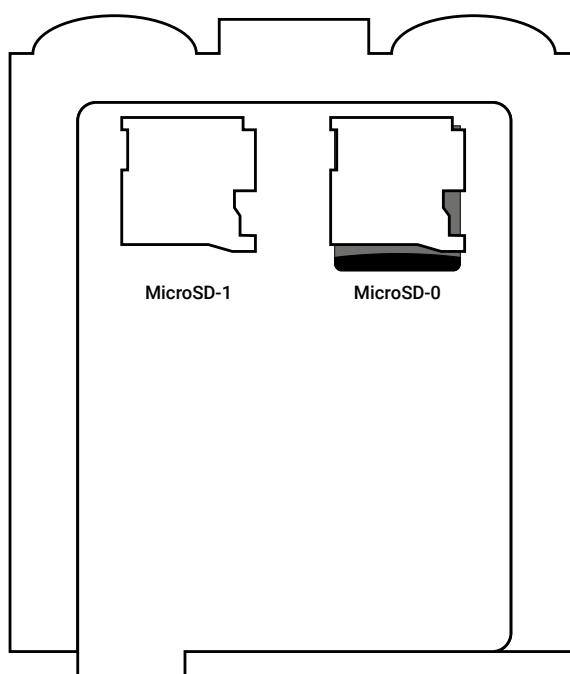

Рисунок 3. Плата прибора
- Если предполагается работа в сети VPN или требуется изменение настройки работы COM-портов, установите карту памяти MicroSD в разъем MicroSD-1, расположенный на плате прибора (см. рисунок 3).
8. Для работы в VPN-сети поместите файл «vprn.json»4 с настройками подключения на внешний носитель, устанавливаемый в разъем MicroSD-1 (см. рисунок 3). Описание файла «vprn.json» приведено в руководстве по эксплуатации.5
Для ручной настройки сетевых параметров (IP-адрес, шлюз, маска, DNS) необходимо поместить файл «network.json»9 на внешний накопитель, устанавливаемый в разъем MicroSD-1 (см. рисунок 3). Перед этим откройте файл любым текстовым редактором (например, Notepad) и введите параметры в соответствии с конфигурацией вашей сети. При необходимости уточняйте параметры сети у вашего системного администратора.
Для изменения порта подключения, а также скорости СОМ-порта необходимо поместить файл «MOST\_RS232.json»10 на внешний накопитель, устанавливаемый в разъем MicroSD-1 (см. рисунок 3). Перед этим откройте файл любым текстовым редактором (например, Notepad) и измените для необходимого порта номер (параметр «tcp\_port»), а также скорость (параметр «modem\_speed»).